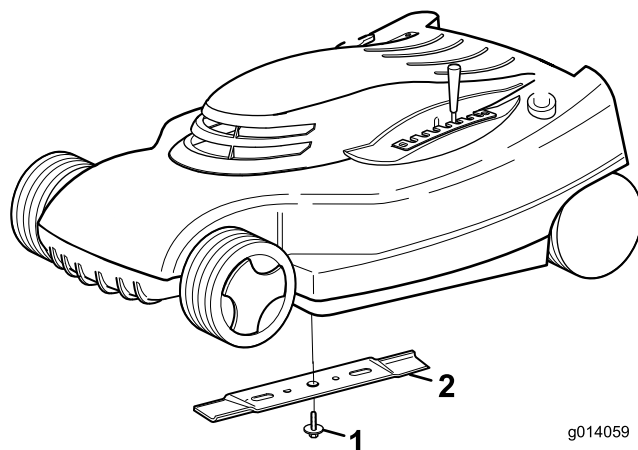

Figure 19
1. Tenez la lame à son extrémité (Figure 19) avec un chiffon ou un gant épais.